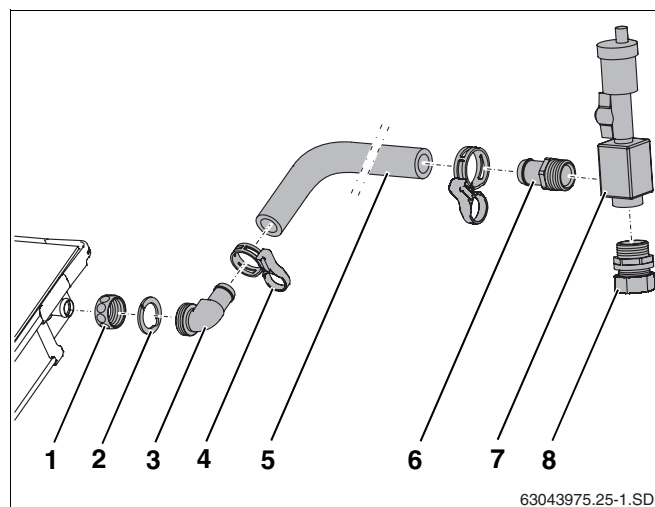

Fig. 38 Montage du tube solaire au raccordement de départ
- Glissez l'écrou-raccord (fig. 38, **pos. 1**) sur les raccords des capteurs.
- Poser la rondelle de serrage (fig. 38, **pos. 2**) derrière le renflement du raccordement de capteur et presser l'un contre l'autre.
- Positionner l'embout coudé avec joint torique (fig. 38, **pos. 3**) et visser avec l'écrou-raccord.
- Glissez le tube solaire long (1000 mm, fig. 38, **pos. 5**) sur l'embout coudé et fixer à l'aide de la bride du compensateur (fig. 38, **pos. 4**).
- Visser l'embout de tuyauterie R $\frac{3}{4}$  avec joint torique (fig. 38, **pos. 6**) et l'embout double avec joint torique (fig. 38, **pos. 8**) sur le dégazeur (air-stop) (fig. 38, **pos. 7**).
- Insérer l'embout de tuyauterie (fig. 38, **pos. 6**) jusqu'à la butée sur le tube solaire et fixer à l'aide de la bride du compensateur.
- Raccorder le tube collecteur au raccord-union par anneau de serrage (fig. 38, **pos. 8**).